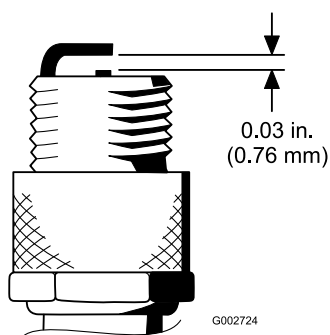

Figure 30
4. Réglez l'écartement entre les électrodes centrale et latérale à 0,76 mm ; voir Figure 30. Montez la bougie avec l'écartement correct et un joint d'étanchéité, et serrez-la à 23 N·m. À défaut de clé dynamométrique, serrez fermement la bougie.